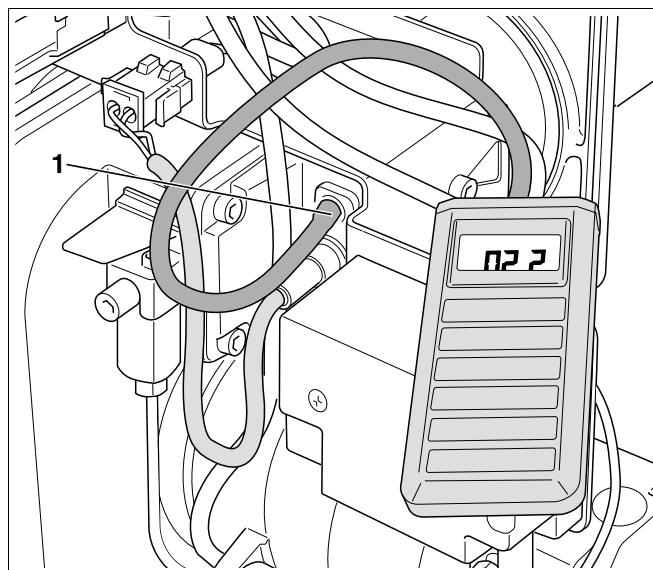

Рис. 19 Проверка напора вентилятора
- Проверить напор вентилятора (рис. 19, поз. 1) точным прибором для замера давления (значения - см. главу 4 "Технические характеристики и объем поставки", стр. 9).